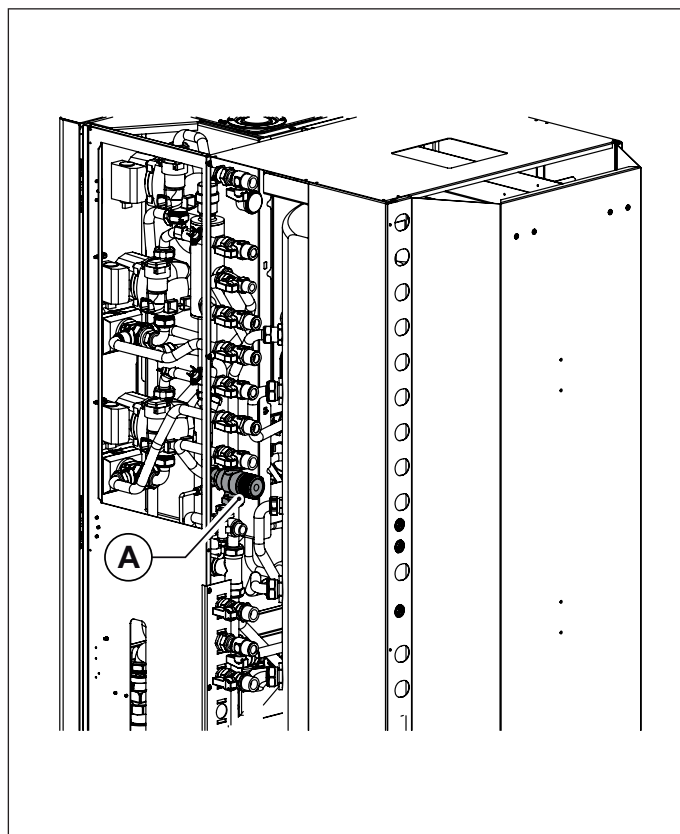

Fig. 2 Poziția supapei de amestec (vedere posterioară)
Utilizatorului îi este permis să regleze temperatura apei calde menajere cu ajutorul supapei de amestec termostatică (A) cu reglaj manual, accesibilă din partea posterioară a centralei (vezi Fig. 2 Poziția supapei de amestec (vedere posterioară)).